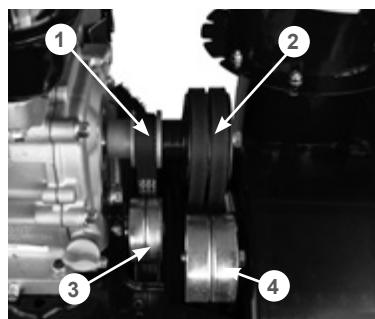

Рис. 49 Обслуживание ремней привода
2. Проверьте состояние ремней (Рис. 49). Если ремень протерт, надорван или заметны иные повреждения, он должен быть немедленно заменен.